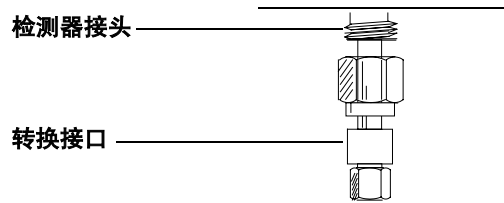

图 56 拧紧螺帽
- 2 把转换接头尽可能深地插入检测器底部。在该位置固定转换接头并用手拧紧螺帽（图 56）。